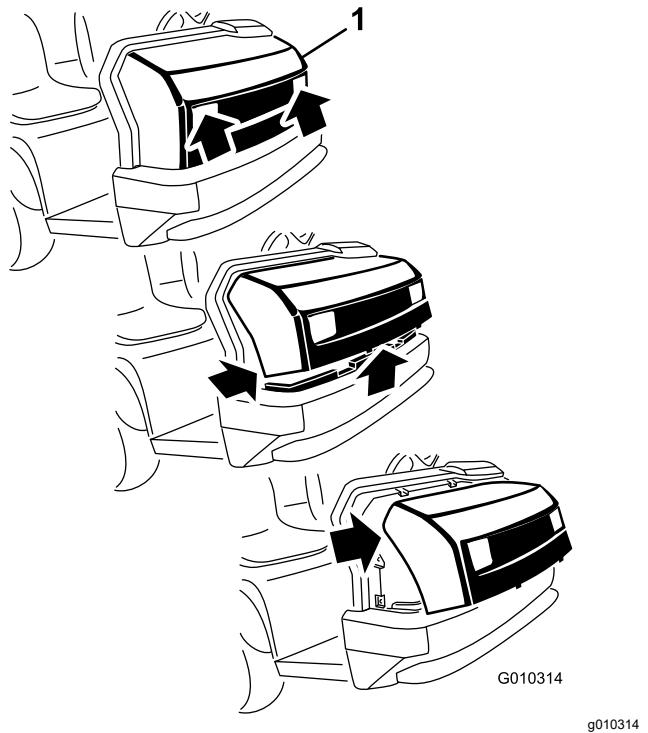

Figura 39
2. Ruotate verso l'alto la parte inferiore del cofano in modo da estrarre le linguette di montaggio superiori dalle fessure del telaio Figura 39.
3. Ruotate in avanti la parte superiore del cofano e staccate i connettori a filo dai fari Figura 39.
1. Afferrate il cofano dalle aperture dei fari, sollevatelo per sganciare le linguette di montaggio inferiori dalle fessure del telaio Figura 39.